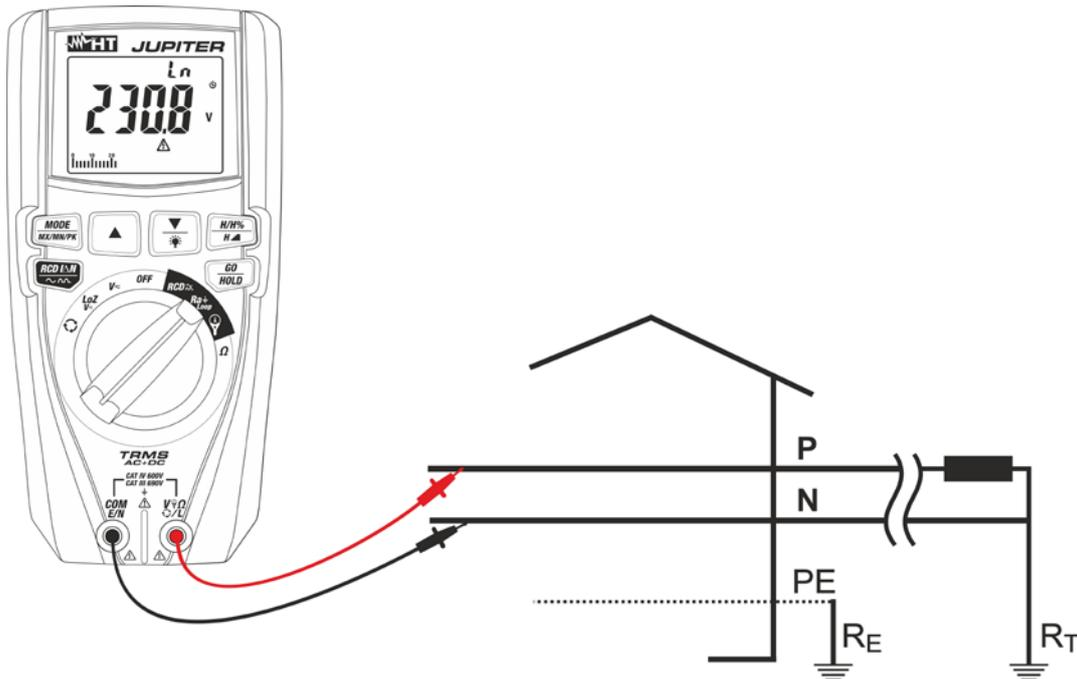

Fig. 26: Uso do instrumento para medir a impedância Loop L-N com ponteiras
8. **Para medição do Loop L-N** no caso de usar ponteiros de medida inserir o condutor vermelho no terminal de entrada  $V_{\Omega L}$  e o condutor preto no terminal de entrada **COM/E/N** e ligar o instrumento à instalação em exame (ver Fig. 26). O valor da tensão Fase-Neutro é apresentado no display.